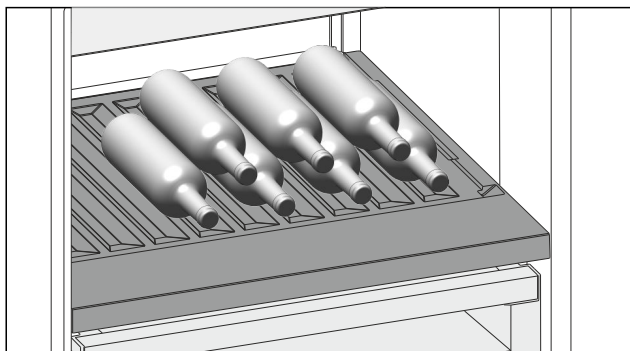

Fig. 124
- Inserire le bottiglie con il fondo rivolto verso la parte posteriore. (vedere Fig. 124)